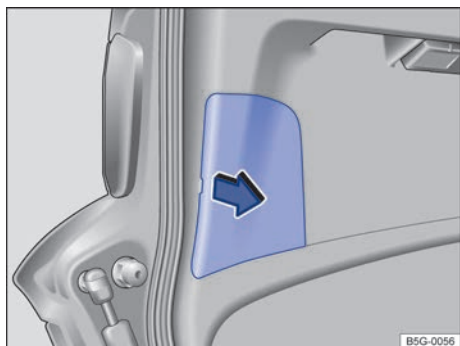

Fig. 185 En el portón del maletero: retirar la tapa.
3.	Desmonte la tapa con cuidado en el sentido de la flecha, si fuera necesario haciendo palanca con la punta plana del destornillador de las herramientas de a bordo → fig. 185.